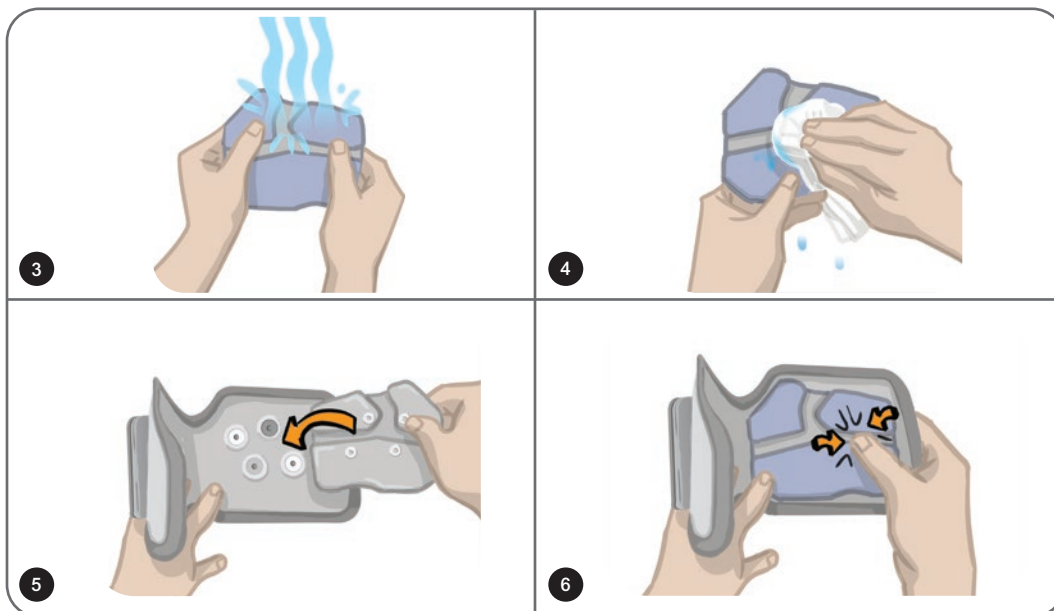

Ilustración 11-4: Sustitución del Electrodo Steering
**Para sustituir los Electrodos Steering (consulte la ilustración 11-4):**